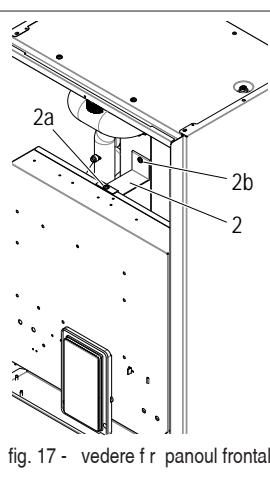

fig. 17 - vedere f r panoul frontal
- deșurubați șurubul din partea de sus (det. 2a - fig. 17)
Cadru de blocare din partea posterioară (det. 2 - fig. 17) poate fi scos, deșurubând șurubul (det. 2b - fig. 17).